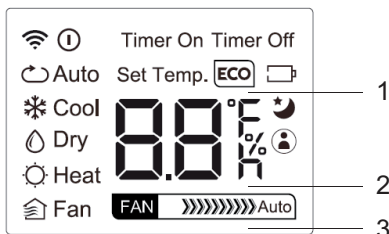

fig. 6 -
1. **Funzionamento "ECO"** (part.1 "fig. 6 -") (il display dell'unità interna mostra la scritta "E--C--O" con le lettere che appaiono una in seguito all'altra, seguite dall'indicazione della temperatura impostata). La funzione "risparmio energetico" è attivabile esclusivamente nel funzionamento COOL, premendo il tasto "ECO". Se il set point di temperatura è inferiore a 24°C, attivando la modalità "ECO" il set point di temperatura viene automaticamente modificato a 24°C e la velocità del ventilatore portata su "Auto" per risparmiare energia. Se il set point di temperatura è superiore a 24°C, attivando la modalità "ECO" il set point di temperatura non viene modificato e la velocità del ventilatore viene portata su "Auto". Per uscire dalla modalità di funzionamento "ECO", premere il tasto "ECO", oppure selezionare un'altra modalità di funzionamento, oppure abbassare il set point di temperatura ad un valore inferiore a 24°C.
2. **Funzionamento SLEEP** (part.2 "fig. 6 -"). La pressione del tasto "SLEEP" predispose la macchina nella modalità di funzionamento notturno evidenziato dal relativo simbolo sul display. La temperatura di set point aumenta (funzionamento in freddo "COOL"), o diminuisce (funzionamento in caldo "HEAT"), di 1°C ad intervalli prestabiliti per un massimo di 2 °C. La funzione SLEEP termina automaticamente dopo 8 ore e l'unità continua a funzionare mantenendo l'ultimo set point. La funzione non è disponibile nelle modalità di funzionamento "FAN" (ventilazione) e "DRY" (deumidificazione).
3. **Funzionamento "FOLLOW ME"** (part.3 "fig. 6 -"). Attivabile nel funzionamento HEAT - AUTO - COOL. Il telecomando invia automaticamente ogni 3 minuti il segnale della temperatura locale letta dal medesimo al condizionatore. Tale temperatura viene presa a riferimento per il controllo della macchina. E' necessario che telecomando e unità possano trasmettere e ricevere il segnale tra loro. Se il condizionatore non riceve il segnale dal telecomando per 7 minuti, smetterà di considerare tale valore e tornerà ad utilizzare il valore letto dalla sonda a bordo macchina.